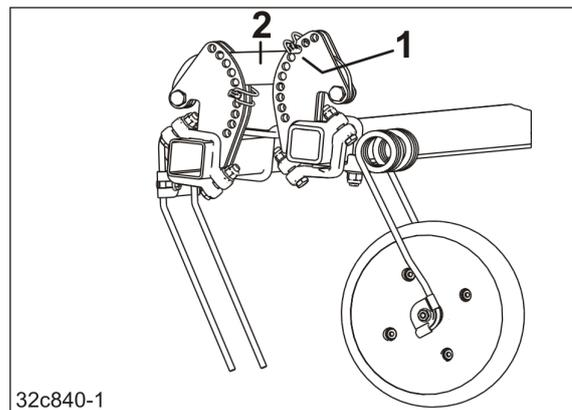

Рис. 196
3. Для настройки рабочей глубины зубьев-загортачей необходимо вставить шплинт с круглой пружинной защелкой (Рис. 196/1)
- o над тягой (Рис. 196/2);
Чем глубже вставлен шплинт с круглой пружинной защелкой в регулировочный сегмент (Рис. 196/1), тем больше рабочая глубина.